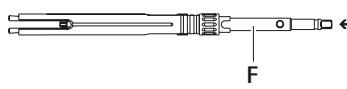

Fig. 3
- Introducir el destornillador F desde atrás en el manguito de apriete 2. Asegurarse de que las espiras laterales se deslizan dentro de la ranura hasta la base, ver Fig. 3.